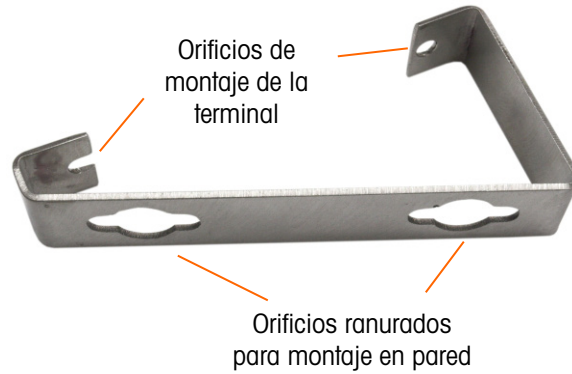
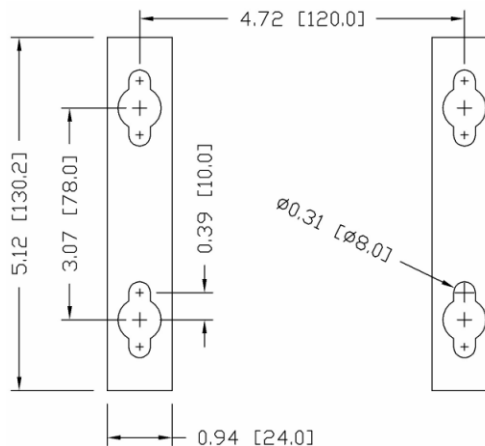

Figura 2-12: Soportes para montaje en pared
Figura 2-14: Dibujo del patrón de orificios de montaje
Una vez que los soportes están fijos en la pared, la caja puede montarse en ellos mediante los cuatro tornillos M4 incluidos. La Figura 2-12 muestra uno de los soportes con los orificios ranurados indicados.
Marque la posición de los orificios de montaje en la pared según las dimensiones mostradas en la Figura 2-14 en pulgadas y [mm] o sosteniendo la terminal sobre la superficie y marcando los orificios a través de los soportes.
6. Retroceda cada perno lo suficiente para dejar espacio de manera que la parte central superior de su cabeza y la arandela plana se inserten en uno de los orificios ranurados de los soportes de montaje (vea Figura 2-12, Figura 2-14).
12. Retroceda los pernos lo suficiente para permitirles junto con sus arandelas insertar su parte central superior en uno de los orificios ranurados de los soportes de montaje (vea Figura 2-12, Figura 2-14).
Instale el tornillo y la arandela, dejando una abertura suficiente para alojar el orificio ranurado del soporte (vea Figura 2-12, Figura 2-14).
Coloque los orificios de los soportes de la terminal sobre los sujetadores y deslice la terminal hacia abajo firmemente de manera que cada sujetador y arandela se inserten en las ranuras en el soporte (vea la Figura 2-12).